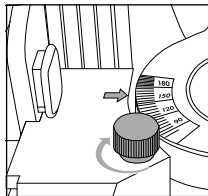

Fig. 5
- ◆ Revissez fermement l'écrou d'arrêt **6**. Les flèches des bras mobiles **1** pointent vers l'échelle et indiquent ainsi la valeur de l'angle mesuré (voir fig. 5).